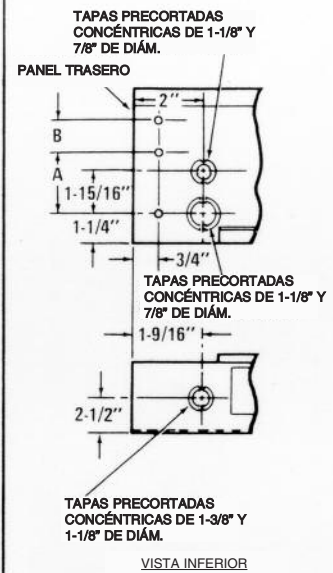

Figura 3
2. Remueva la tapa precortada removible apropiada de cualquier caja de conexiones. Vea la Figura 3 para ver la ubicación de las tapas precortadas removibles.
2. Consulte el diagrama de cableado para la entrada del alambre(s) de alimentación de energía y remueva la tapa precortada removible apropiada (Figura 3) del calefactor en que deben realizarse las conexiones de alimentación de energía. El alambre(s) de alimentación de energía puede introducirse hasta el extremo de sólo un (1) calefactor y los calefactores restantes pueden conectarse en paralelo utilizando el conducto superficial de alambres. Utilice la Tabla B para dimensionar los alambres instalables en campo en el conducto superficial de alambres.